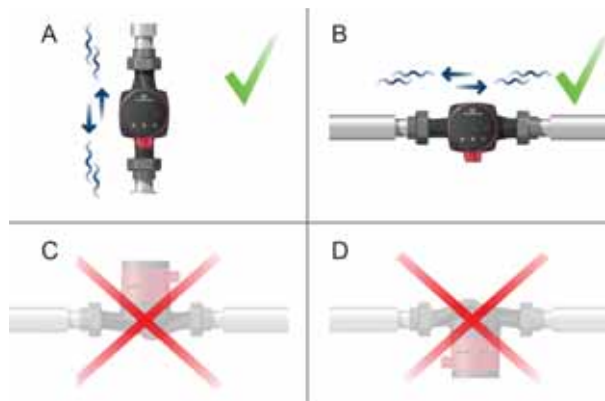

Fig. 2 Posições da caixa de terminais
- Circulador instalado corretamente numa tubagem vertical. Consulte a fig. 2, pos. A.
- Circulador instalado corretamente numa tubagem horizontal. Consulte a fig. 2, pos. B.
- Não instale o circulador com o veio do motor na vertical. Consulte a fig. 2, pos. C e D.